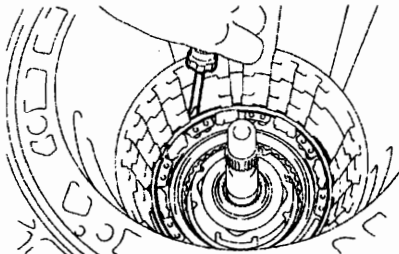

图 12-1-39
(46) 如图 12-1-39 所示, 用螺丝刀从变速器壳体上拆下制动活塞回位弹簧卡环。